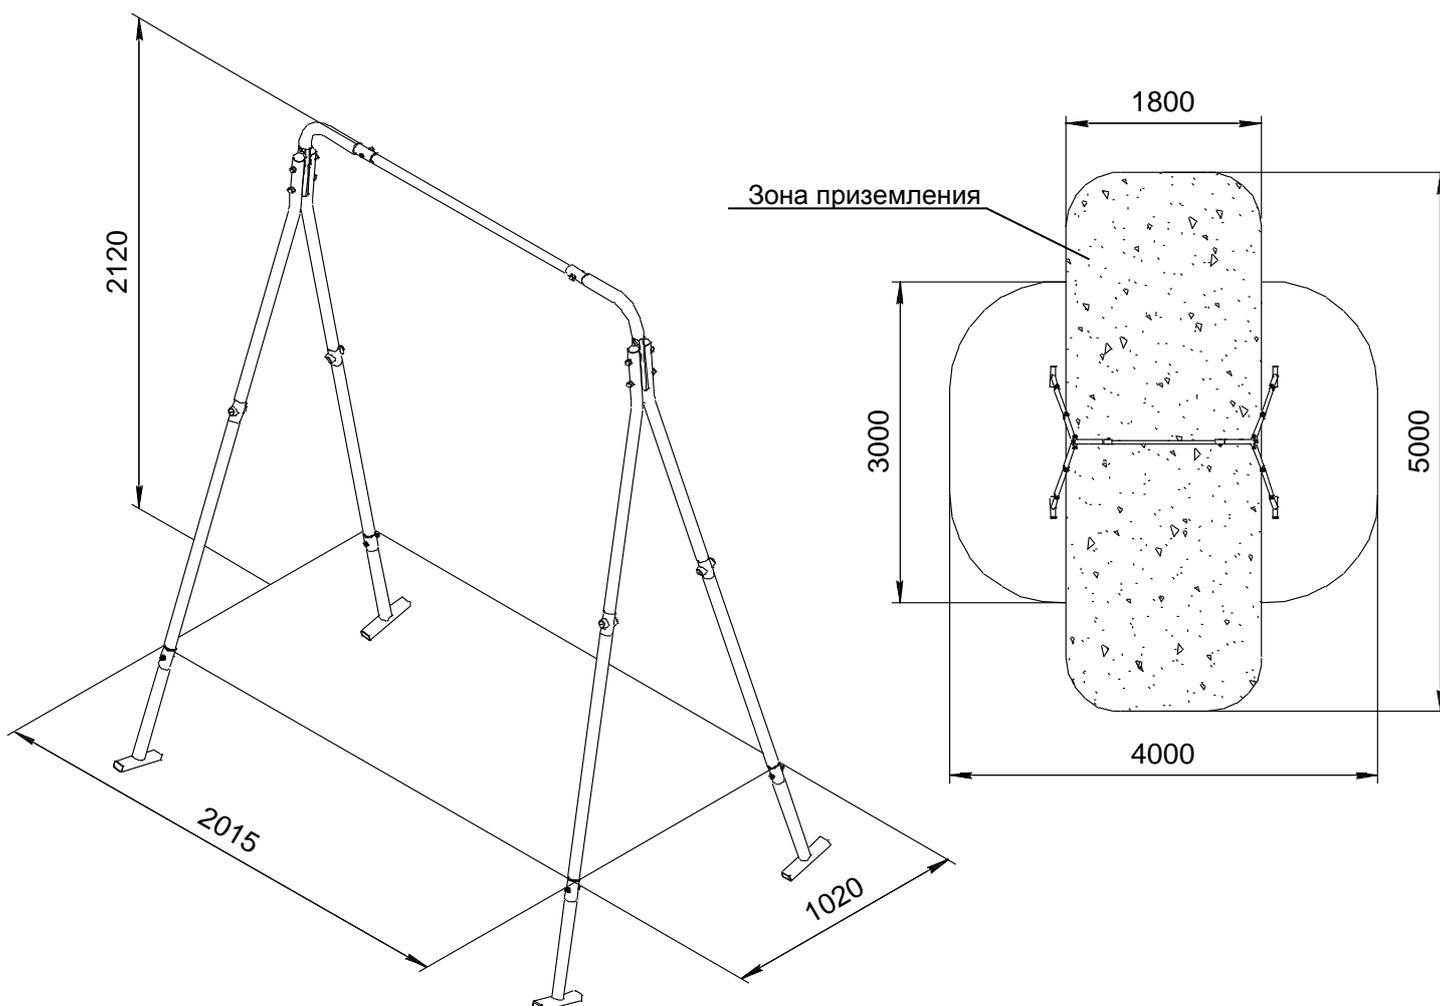

Рис.1
- 10.9. В зоне приземления, см (рис. 1), должно быть ударопоглощающее покрытие (песок, древесные опилки), минимальной толщиной 300мм